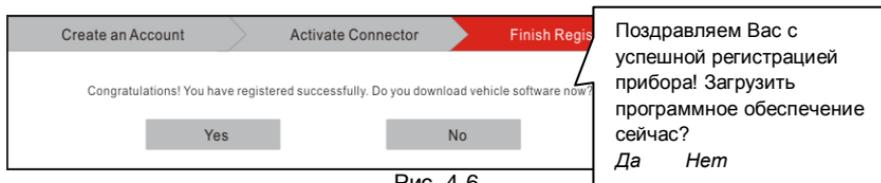

Рис. 4-6
**С. Загрузка диагностической программы:** нажмите кнопку «Activate» (активировать), отображается диалоговое окно, как показано на рис. 4-6: